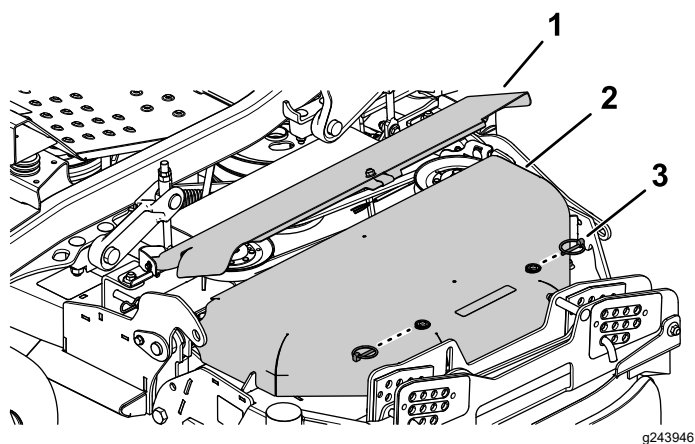

Figura 58
- Retire los 2 pasadores de seguridad de la cubierta exterior de la correa y retire la cubierta exterior (Figura 58).
- Gire hacia arriba la cubierta interior de la correa (Figura 58).